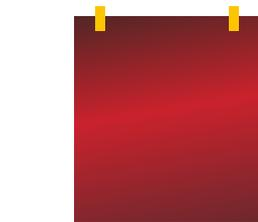

Abbildung 01
- › Die bedruckte Folie so auf der Oberfläche positionieren, dass das Motiv ohne Verformung angezeigt wird. (Abb. 01)